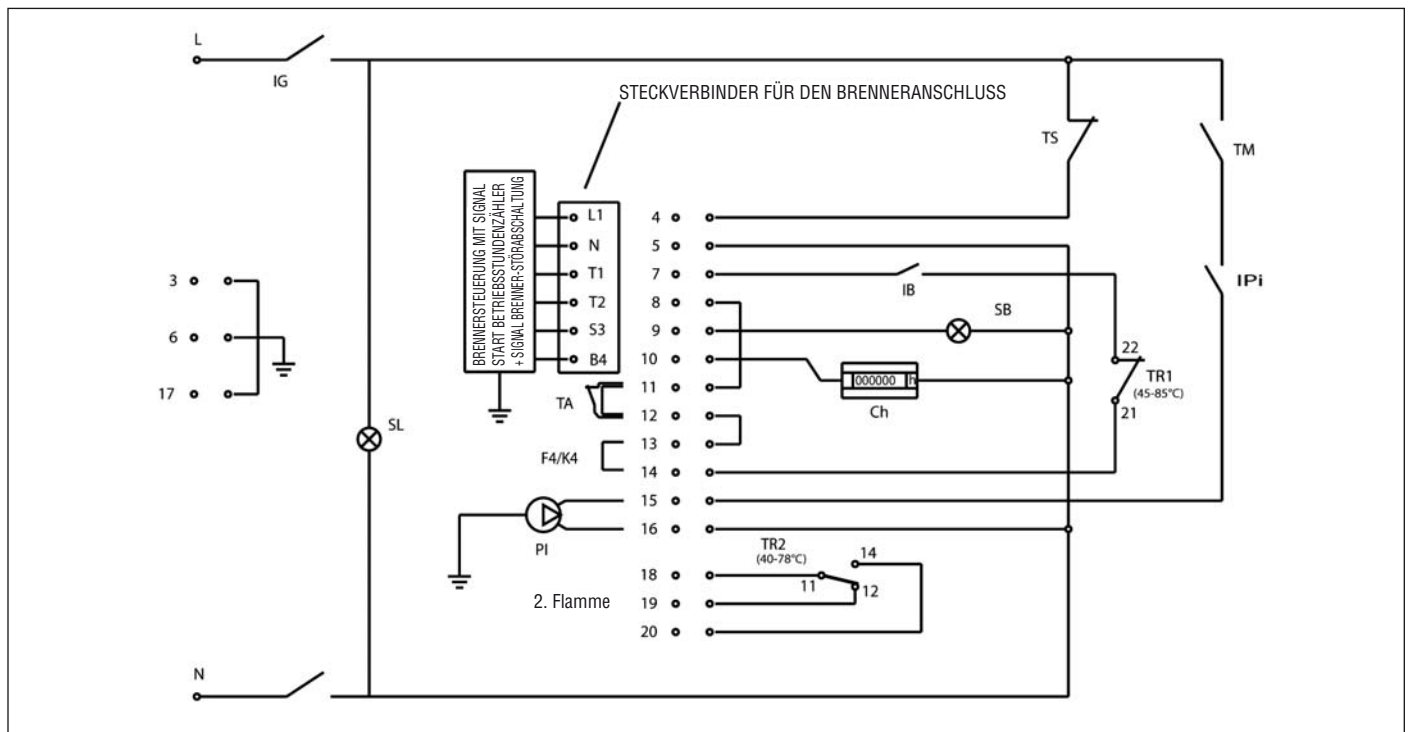

Fig. 17
7.2 Schaltplan für Brenner und einphasenpumpe (Fig. 17)